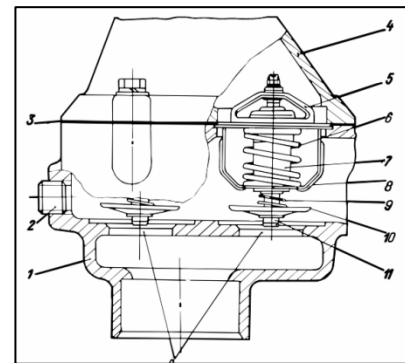

Рис. 3.24 – Термостаты
3.8.3.1 Замена термостатов (рис. 3.24)
3.8.3.3 Установка термостатов (рис. 3.24)